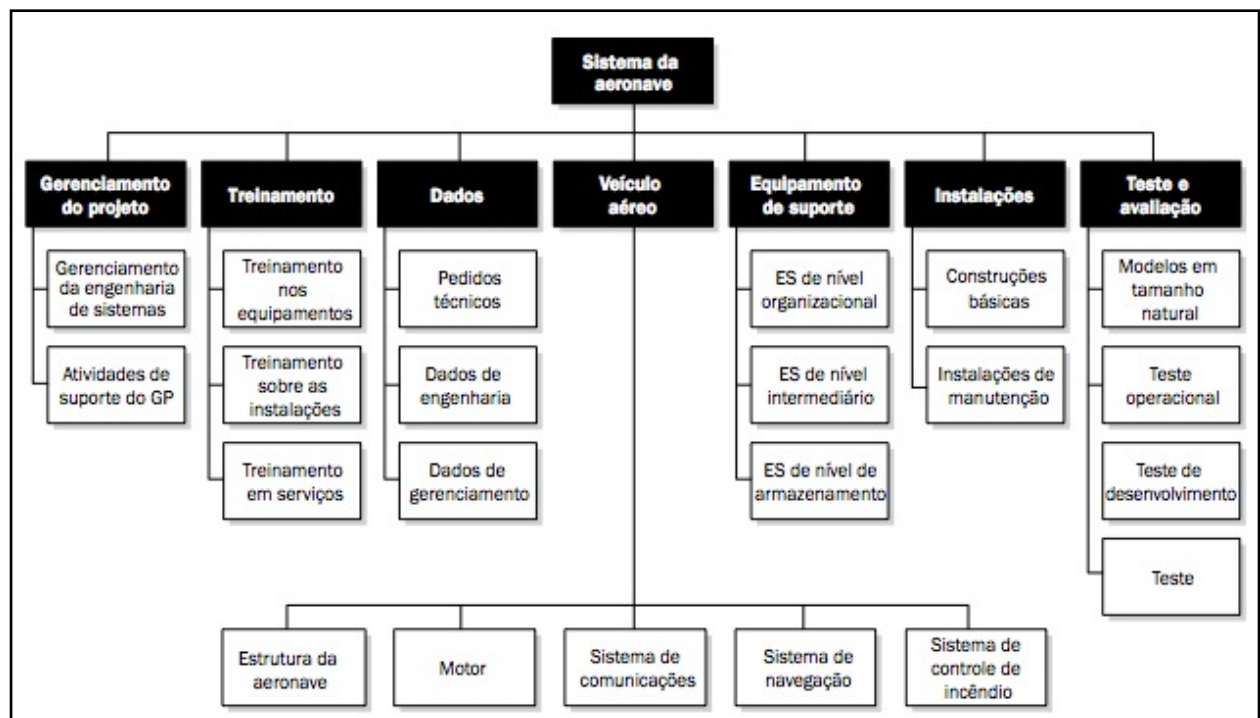

Figura 2— Exemplo de uma EAP (Fonte: PMBOK 4ª ed.)
- a visualização através de mapa mental, mais parecida com um organograma, apresentada na Figura 2.